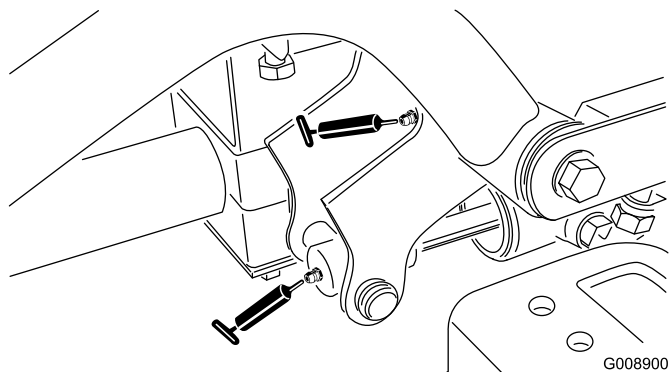

Figura 50
- Pivote y cilindro de elevación del brazo de elevación delantero derecho (2) (Figura 50)